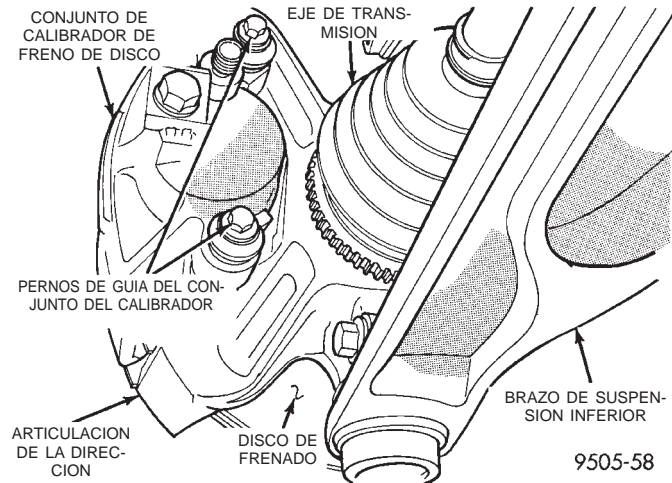

Fig. 60 Pernos de guía del calibrador
(1) Eleve el vehículo sobre gatos fijos o céntralo sobre un elevador. Consulte el procedimiento de elevación necesario para este vehículo en Elevación de la sección de Lubricación y mantenimiento de este manual de servicio.
(2) Retire del vehículo los conjuntos de rueda y neumático delanteros.
(3) Retire los 2 pernos de guía (Fig. 60) que fijan el calibrador a la articulación de la dirección.
(8) Instale los pernos de guía del calibrador (Fig. 60) y apriételos con una torsión de 18 a 20 N·m (192 lbs. pulg.). **Debe tenerse extremo cuidado de no cruzar los hilos de rosca de los pernos de guía del calibrador.**
(9) Instale el conjunto de rueda y neumático.
(10) Apriete las tuercas de los pernos espárrago de instalación de la rueda en la secuencia adecuada hasta que todas estén con la mitad de torsión de la especificación. Después repita la secuencia de ajuste hasta que complete la especificación total de 135 N·m. (100 lbs. pie).
(11) Retire los gatos fijos o baje el elevador. **Antes de mover el vehículo, bombee varias veces el pedal de freno, para asegurarse de que éste está firme.**
(12) Pruebe el vehículo en la carretera y efectúe varias paradas para desgastar cualquier material